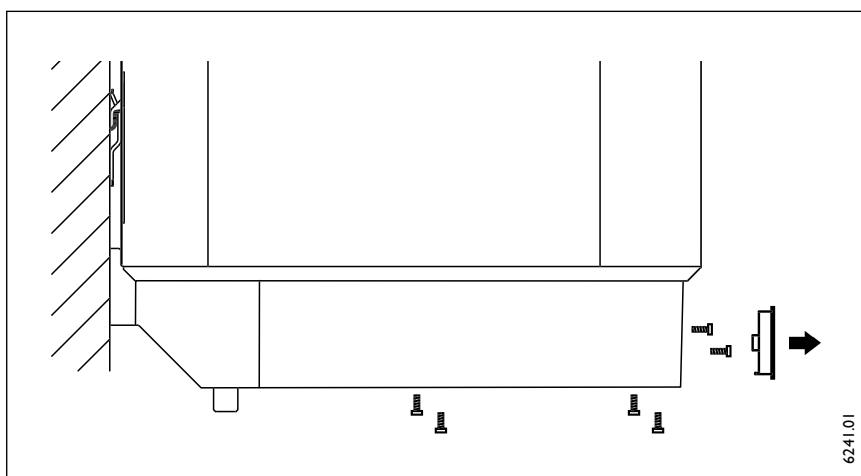

рис. 9
- Монтируйте предохранительные группы конструкций: KV 30 (давление водопровода до 4,8 бар), рис.9,А, или KV 40 (давление водопровода до 10 бар), рис.9,В.
- Снять ручку выбора температуры, вывернуть болты, снять нижнюю крышку (рис.9).